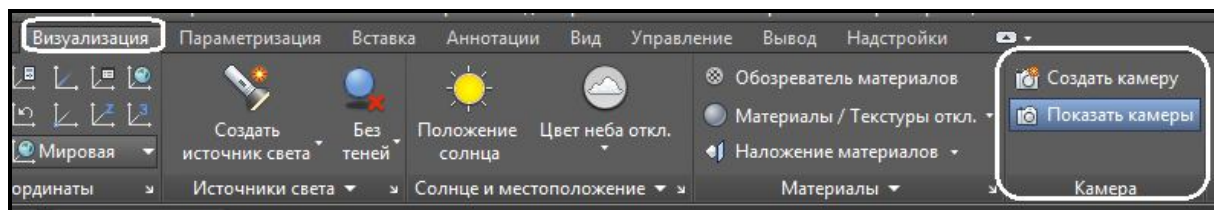

Рисунок 3.103 – Вид панели **Камера**
1. Перейти на вкладку ленты **Визуализация (Visualize)**. На панели **Камера (Camera)** нажать кнопку **Создать камеру (Create Camera)** (рис. 3.103).